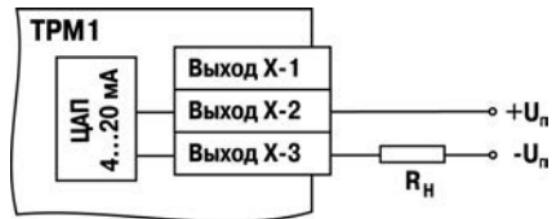

Рисунок 3.15
**Формирователь токового сигнала (выход И)** преобразует на активной нагрузке RН значение на выходе ЛУ в токовый сигнал 4...20 мА (см. рисунок 3.15).